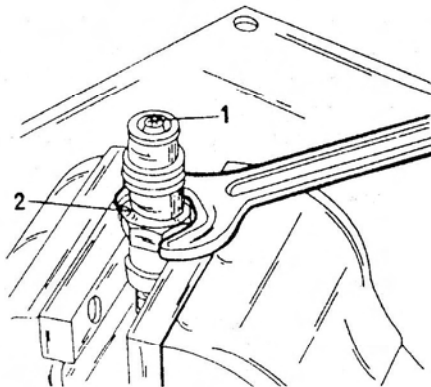

Рис. 116. Зажать корпус форсунки в тисках и отвернуть накидную гайку тела форсунки (2). После этого может быть снята форсунка (2).
- Зажать корпус форсунки в тисках, не повредив место подвода сливной трубки, и отвернуть накидную гайку (рисунок 116).